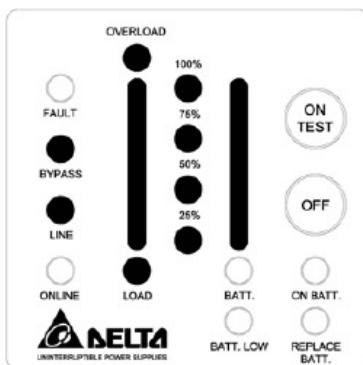

Рис. 4-5. Индикация перегрузки и переключения ИБП в режим байпаса
- **ПЕРЕГРУЗКА.** Если нагрузка ИБП превосходит номинальную, то по истечении определённого времени загорается индикатор перегрузки «OVERLOAD» и подаётся непрерывный звуковой сигнал. В этом случае пользователь должен отключить второстепенные нагрузки так, чтобы величина оставшейся нагрузки не превышала номинальное для ИБП значение. Индикация в состоянии перегрузки показана на рис. 4-5.